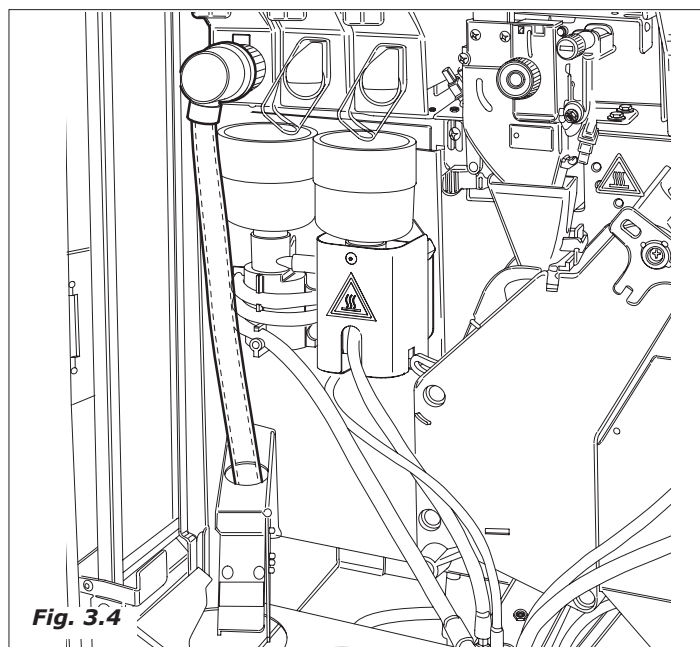

Fig. 3.4
- 1 o motoredutor aciona o caracol do recipiente açúcar, vazando a quantidade desejada no interno do tubo de distribuição (Fig.3.4).